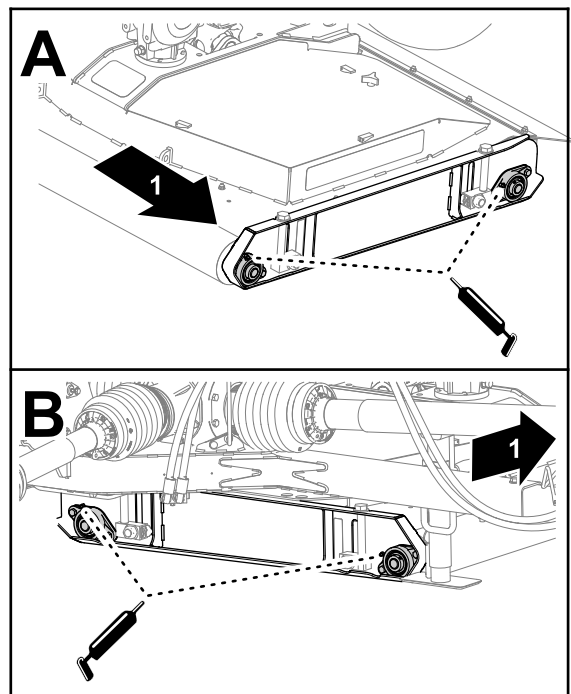

Figura 56
1. Aplique la grasa especificada en los cojinetes de los rodillos de la carcasa a la izquierda de la carcasa (Figura 56).
2. Engrase los cojinetes de los rodillos de la carcasa a la derecha de la carcasa (Figura 56).